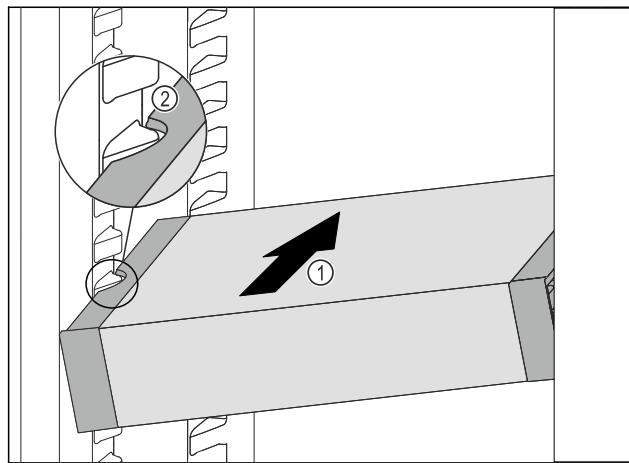

Fig. 73
- Вдвигайте VarioSafe под наклоном в холодильное отделение Fig. 73 (1), пока боковые выемки Fig. 73 (2) VarioSafe не окажутся на высоте выступа резервуара в холодильном отделении.